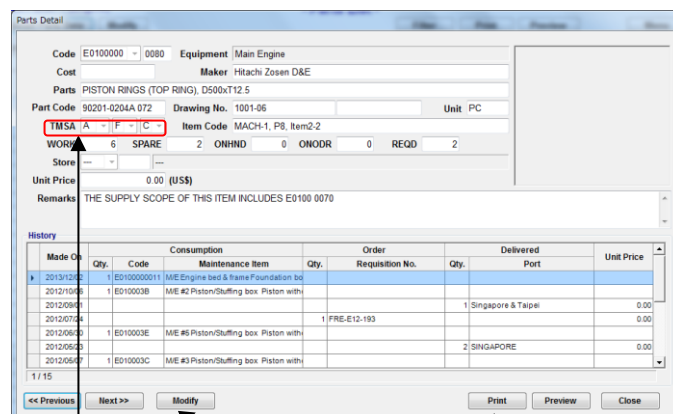

図.12-5 Parts ダイアログ
- (10) アイテムを選び[Detail Parts Data]ボタンを選択すると “Parts ダイアログ”(図 12-5)が表示されます。
- (11) SMS カテゴリーのみ変更可能です。変更したい場合は[Modify]を選択してください。
- (12) 印刷したい場合は[Print]を選択してください。
- (13) 印刷画面を確認したい場合は[Preview]を選択してください。
- (14) 画面を終了させる場合は[Close]を選択してください。
- (15) 部品検索には“Code Search”機能または“Filter”機能をご使用ください。 (18 章参照)
- (16) [Undelivered]のラジオボタンを選択してください。